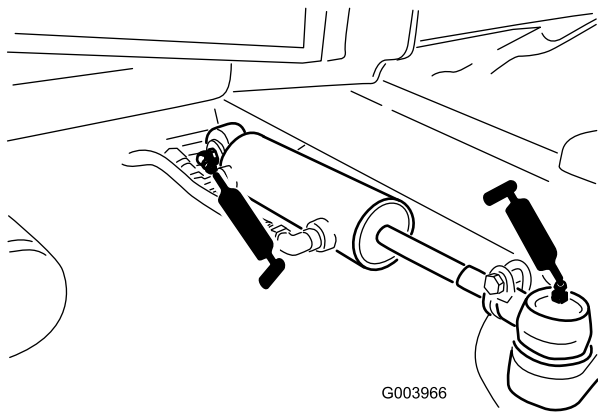

Figure 58
- Rotules de vérin de direction (2) (Figure 58)